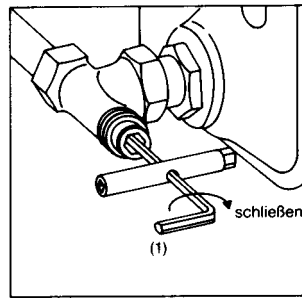

Bild 1
- 1.2 Закрывать вентиль шестигранным ключом № 4 (1), поворачивая его вправо. (рис. 1).